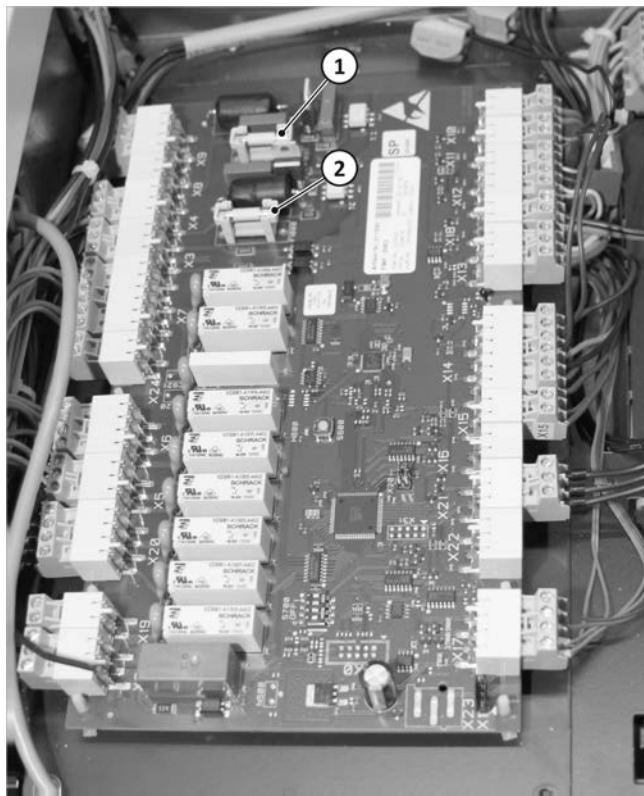

Abb. 176: Sicherungen auf der Hauptplatine
Auf der Hauptplatine, vgl. ➔ Abb. 176, befinden sich ebenfalls zwei Sicherungen. Um die Sicherungen zu wechseln muss der Deckel der Hauptplatine entfernt werden:
• Heizungspumpe- oder Boilerladepumpe steckt bzw. ist defekt – Pumpe anwerfen oder reparieren. Nach Absinken der Kesselwassertemperatur unter 90 °C Verkleidungstür öffnen, Entriegelungsknopf des Sicherheitsthermostates B7.1 fest drücken, siehe ➔ Abb.176, S.68. Tritt die Störung nach kurzer Zeit bzw. in regelmäßigen Abständen auf, bitte den Solvis-Kundendienst benachrichtigen.